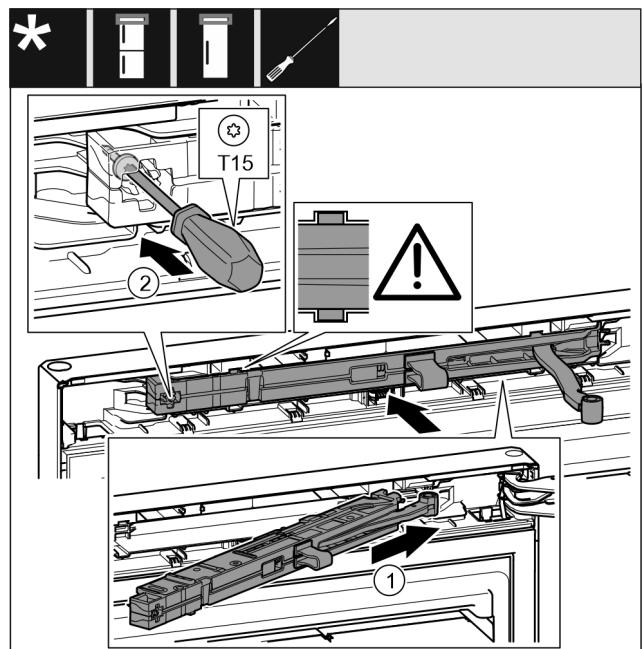

Fig. 23
- Jednotku tlumiče zavírání na straně stojanu ložiska zasuňte až na doraz šíkmo do vybrání. Fig. 23 (1)
- Šroubovákem T15 pevně utáhněte šroub. Fig. 23 (2)